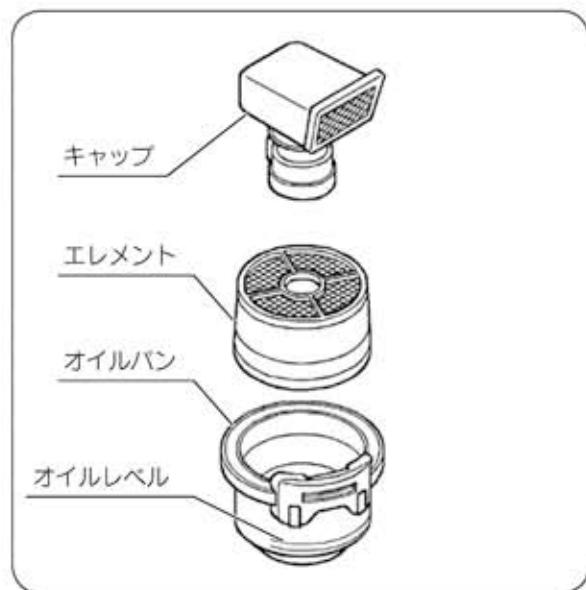

図43
■エアクリーナエレメントの清掃とオイル交換(図43)
- ① エレメントを取り外し、白灯油で洗い、エレメントの白灯油をよく振り切って取付けてください。
- ② オイルパンはよく洗浄し、新しいエンジンオイル(SE級以上)をレベルまで入れてください。